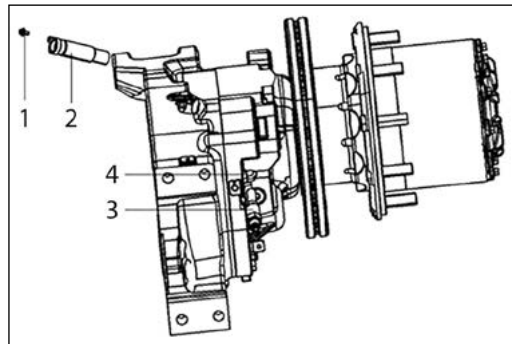

Figura 3-9-5
- Conforme mostrado na Figura 3-9-5, desaparafuse os parafusos sextavados com flange M6 [1] usados para fixar o conjunto do sensor de velocidade da roda.
① Informação